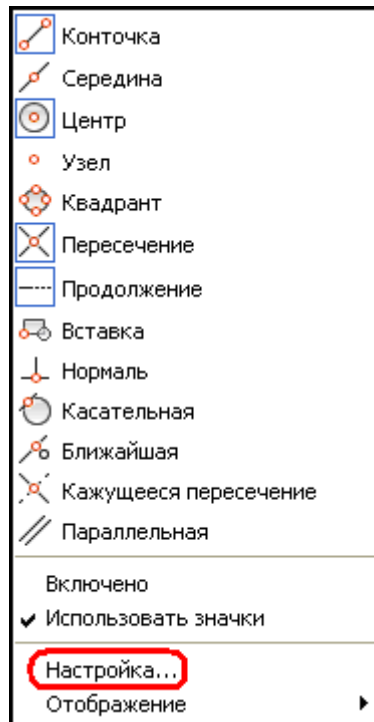

Рис. 16. Контекстне меню налаштування об'єктних прив'язок AutoCAD
1. На панелі режимів натиснути правою кнопкою миші по піктограмі **Object Snap** (Об'єктна привязка). З контекстного меню, що відкриється вибрати рядок «**Настройка...**» (рис. 16).